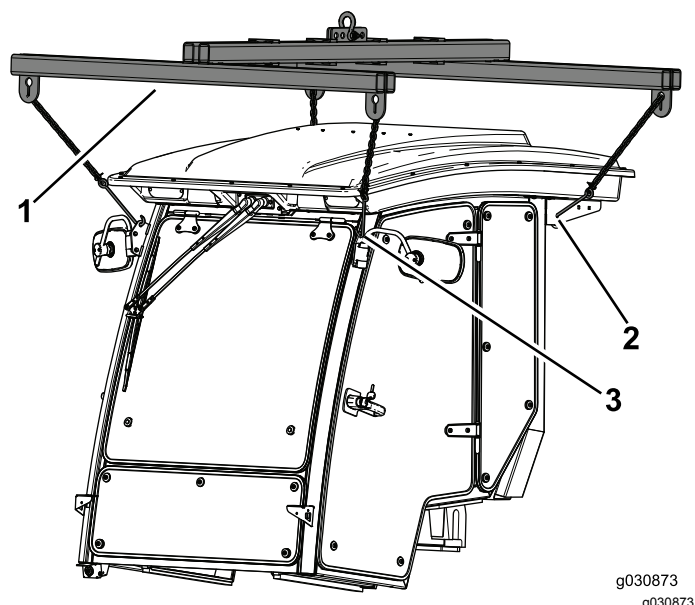

Bild 64
1. Stützen Sie die Kabine mit den vier Hebestellen über der Maschine ab (Bild 64).